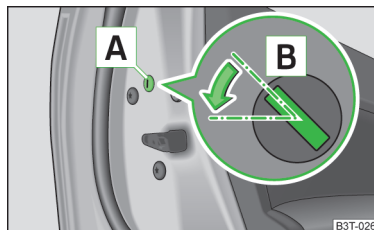

Fig. 193
- Desmonte el paramento A » fig. 193.